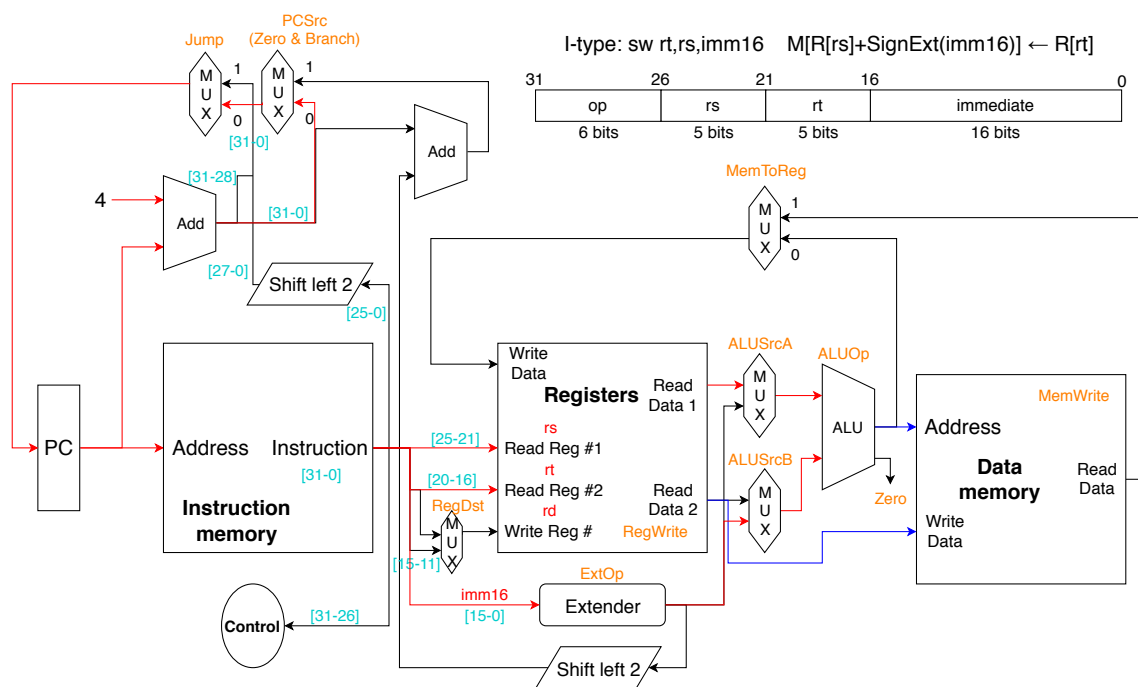

图 6: sw通路
1. sw为I类型。见图6，执行阶段从指令中读入rs、rt寄存器的地址，对偏移量(imm)进行符号扩展，与rs寄存器的内容相加得到内存地址，将rt寄存器的内容写入内存。